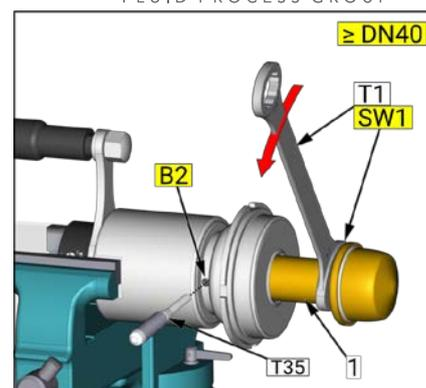

Рис. 4
- Рис. 4⇒ Демонтаж при помощи шлицев (SW1) (\geq DN 40)